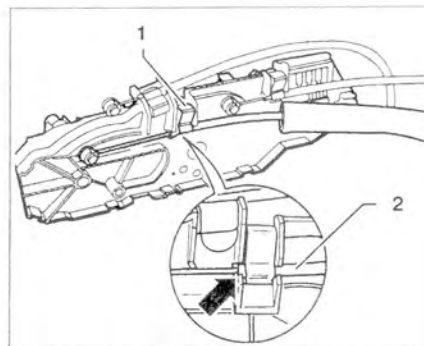

Рис. 9.68. Втулка 2 на тросе должна войти до упора (стрелка). Нажмите фиксатор 1.
8. Установите трос черной меткой для заслонки стеклообогревателя на регулятор управления подачей нагретого и свежего воздуха. Втулка 2 на тросе должна войти до упора (стрелка) (рис. 9.68). Нажмите фиксатор 1.